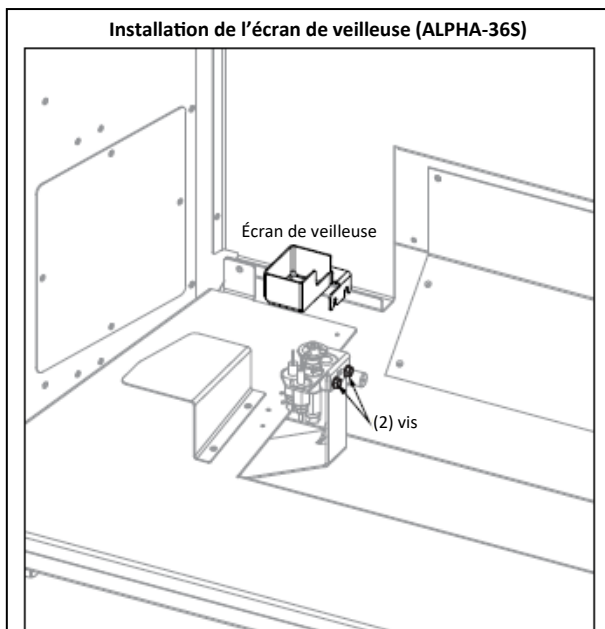

Figure 1.2 - Installation de l'écran de veilleuse (ALP-36S)
2. Desserrez, mais sans les retirer, les (2) vis retenant l'ensemble de veilleuse au support de veilleuse.
3. Insérez les fentes de l'écran de veilleuse sur les vis du support de veilleuse, tel que montré à Figure 1.2.